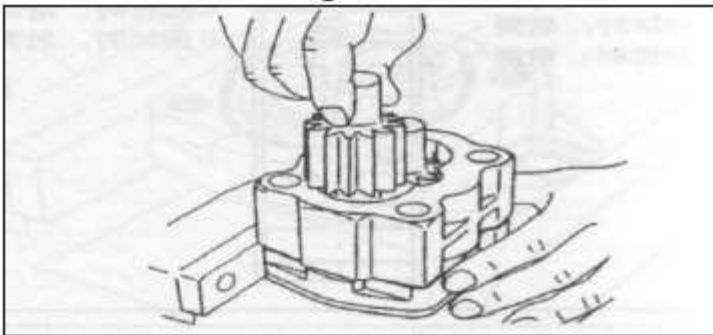

Рис. 5-34
g) Нужно установить ведомую шестерню в корпус насоса в направлении, показанном на Рис. 5-34.